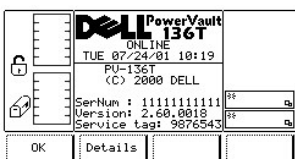

图 121. 主菜单 > 更多 > 关于菜单
- 1 随即出现“关于菜单”。该菜单上提供了两种选择。请参见图 121。